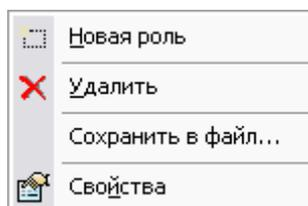

Рис. 54.
Для совершения действий над ролью нажмите на неё правой кнопкой мыши. Появится следующее меню (Рис. 54).
1. Выберите в меню пункт **Новая роль** (Рис. 54).